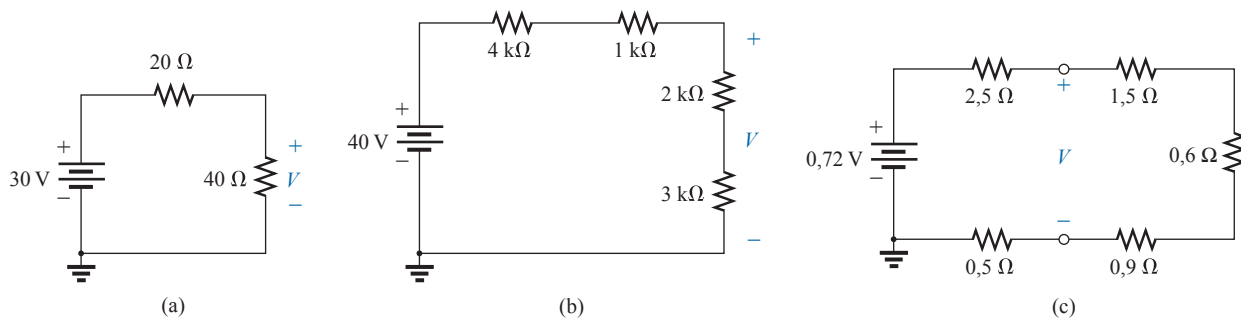

Figura 5.111 Problema 27.
- 27. Usando a regra dos divisores de tensão, descubra as tensões indicadas na Figura 5.111.